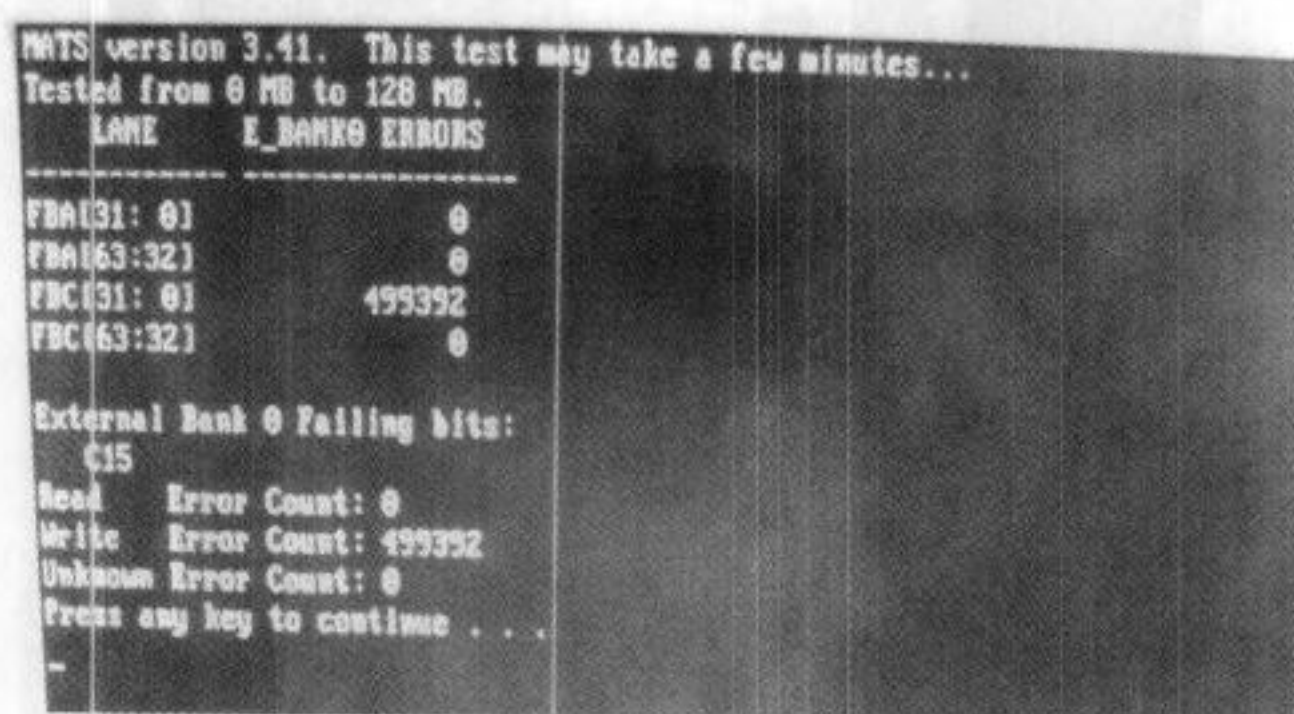

图 5-54 C15 报错
(1) 上机测试发现开机有少许花屏，文字有彩色线条。使用测试程序，选择 5，测试 5200 系列的显卡，很快返回测试结果，报 C 通道 15 号数据位出错，如图 5-54 所示。